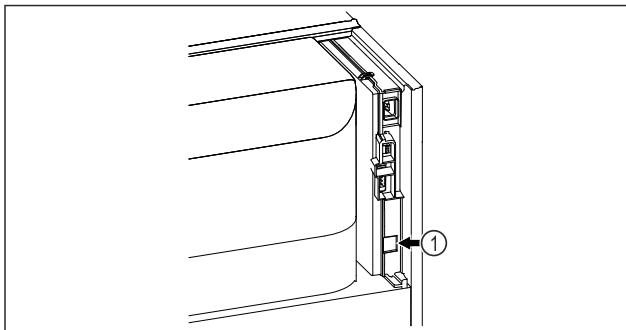

Fig. 146
- ❑ SmartModule Fig. 146 (1) se rabi.